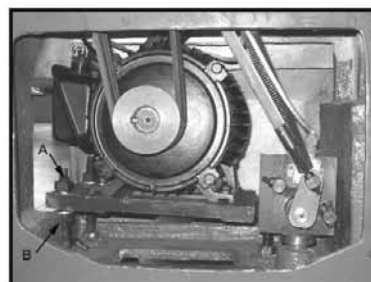

Fig. 20
3. Løsn sekstantmøtrikken (A, Fig. 20). Placer en træklovs under motoren til at understøtte den. Løft motoren op og blokér den midlertidigt.
6. Stram kilerebberne ved at løsne møtrikken (B, Fig. 20) og spænde møtrikken (A, Fig.20) til et let tryk med fingeren giver et udsving af rebberne på ca. 3/4".